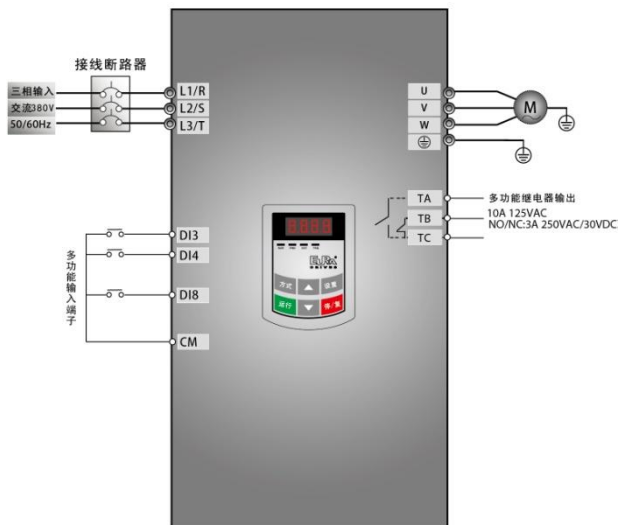

图 5-8 接线图 2
(1) 按图 5-8 配线, 检查接线正确后, 合上空气开关, 变频器上电;